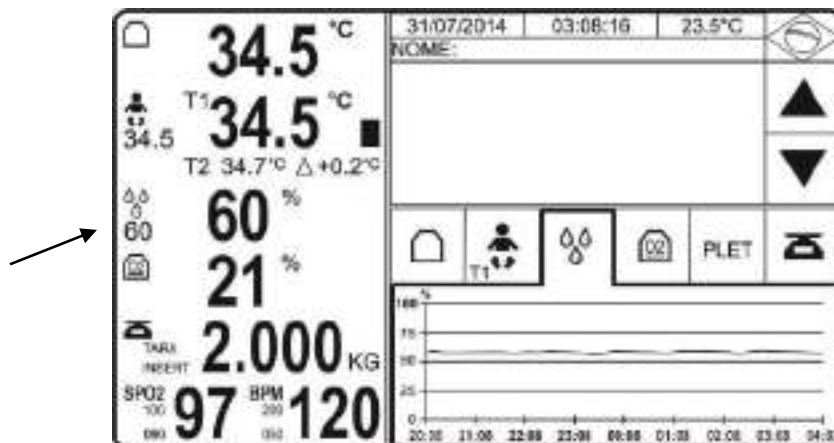

Figura 161 – Display – controle de umidificação incubadora com módulo MC3
- Para ajustar o valor desejado para umidade relativa, pressione no display o campo UR (ver figura 161 – símbolo de gotas) ou pressione o botão rotativo e percorra todos os campos até chegar em UR e pressione o botão para selecionar.